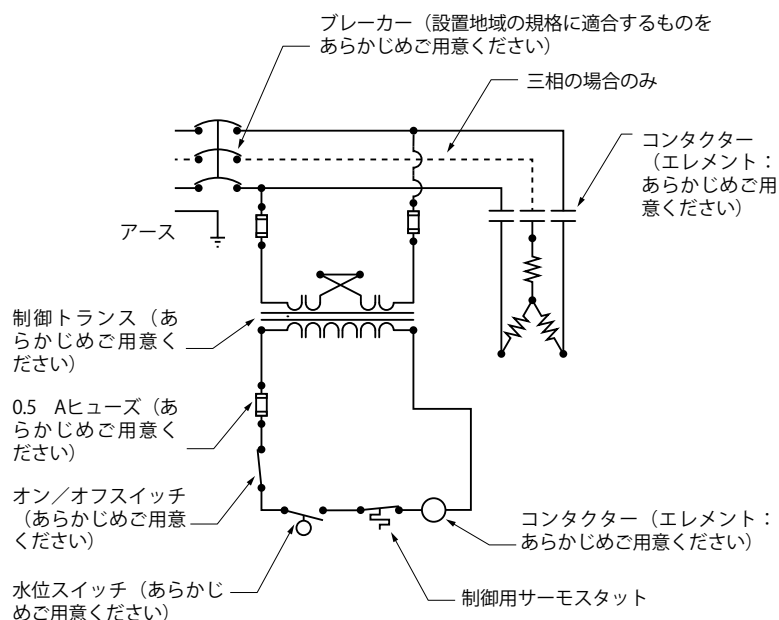

図7 定格電圧380 V以上の製品の配線方式 (単相、三相いずれの場合も共通)。トランスとコンタクターをご用意いただき、製品配線に組み込む必要があります。
- トランスとコンタクターをご用意いただき、製品配線に組み込む必要があります (図7 参照)。